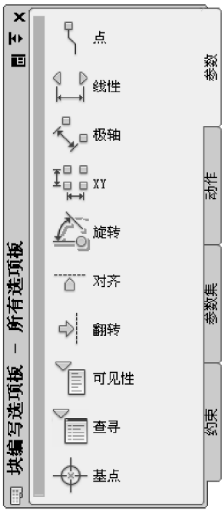

图 9-31 【块编写选项板 - 所有选项板】选项卡
2) 单击【确定】按钮后，进入块编辑器界面，系统弹出【块编写选项板 - 所有选项板】选项卡，在【参数】选项下单击【旋转】按钮，如图 9-31 所示。